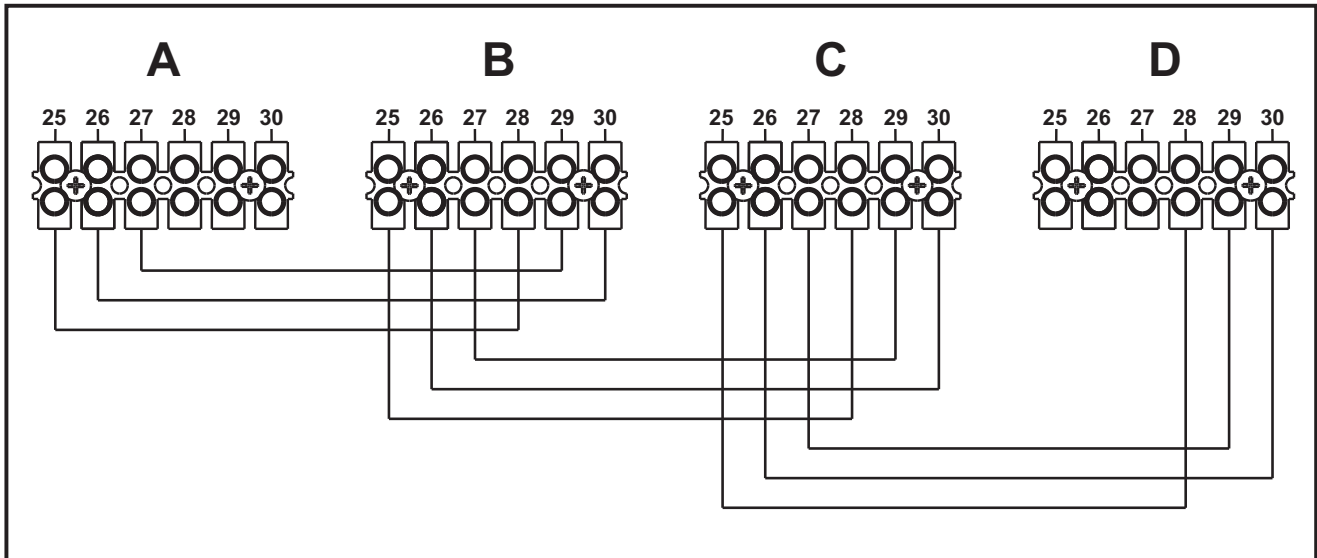

fig. 27 - Montage en cascade
1. Relier les modules comme le montre la fig. 27
Si cela ne se produit pas, couper l'alimentation électrique et contrôler le câblage fig. 27.